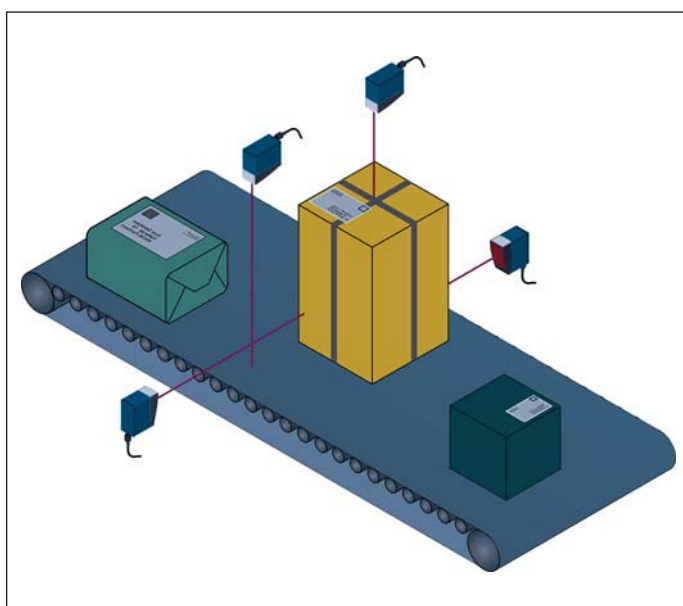

Рис. 10. Использование датчиков DT60 для измерения размеров коробок на конвейере
- контроль на конвейерных линиях (рис. 10) — определение положения на конвейерной линии и размеров коробок;